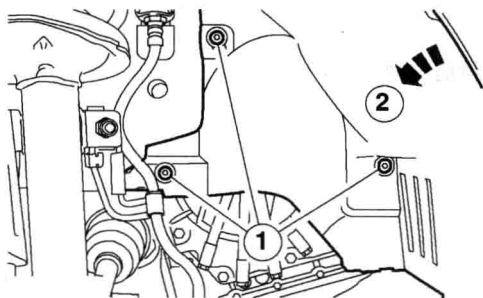
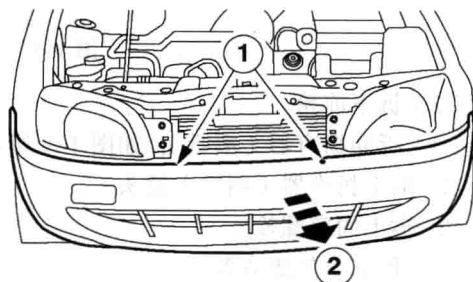

图 1-13 将两侧挡泥板罩从挡泥板局部分离
图 1-14 拆卸前保险杠
(9) 将两侧挡泥板罩从挡泥板局部分离, 如图 1-13 所示。
① 拆下固定螺钉。
② 向后移动挡泥板罩。
(10) 将保险杠从挡泥板两侧分开。
(11) 拆卸前保险杠, 如图 1-14 所示。
① 拆下紧固按钮。
② 拆下前保险杠。